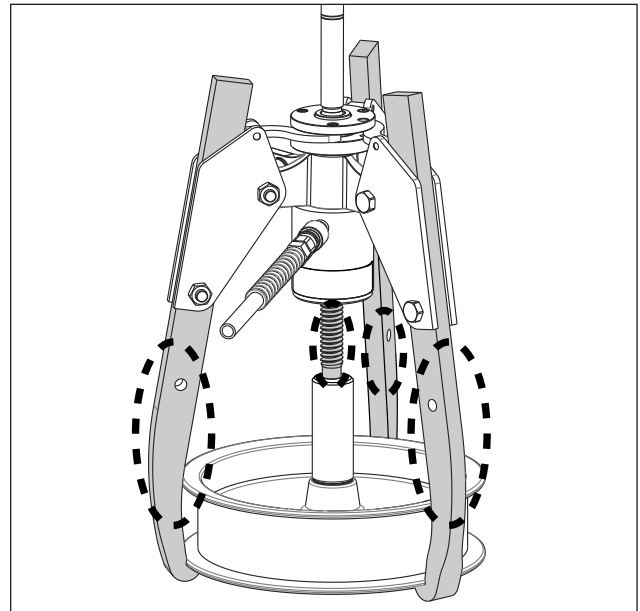

図8: 変形のチェック
- 操作中は、プーラーのジョーの表示や調節ロッドの変形に注意してください。図8を参照してください。変形に気付いた場合は、直ちにポンプを停止してください。